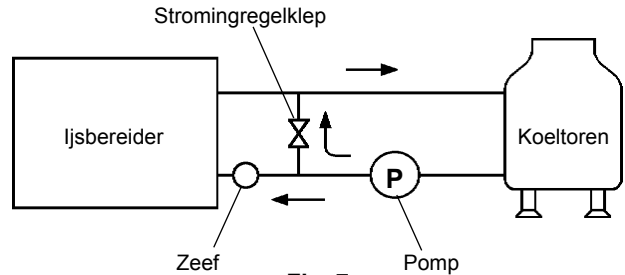

**Fig. 6**
- \* Hoshizaki raadt aan om de watergekoelde condenser aan te sluiten op een hercirculerend koelsysteem met gesloten circuit, met een toren, waterkoeler of een gelijksoortige installatie (zie fig. 6 en 7). Watersuppletie moet via een kogelklep-/mengvat plaatsvinden.
**[a] Standaard aansluitingen volgens WRC-voorschriften in G.B. (fig. 6 en 7)**
5) Sluit het condensorkoelcircuit met geschikte, niet flexibele, buis op de aangegeven manier (fig. 6) aan op de vrije uiteinden van de 1/2-3/4-nippels. PTFE-tape en/of een geschikte afdichtingspasta moet worden gebruikt voor een lekvrije aansluiting.